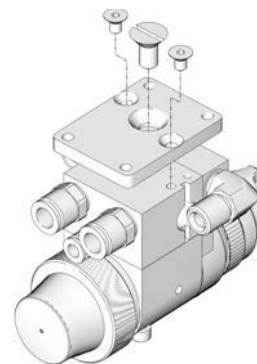

Рис. 5: Переходная пластина для модификации
1. Прикрутите переходную пластину к коллектору, используя три винта, входящие в состав комплекта (Рис. 5).